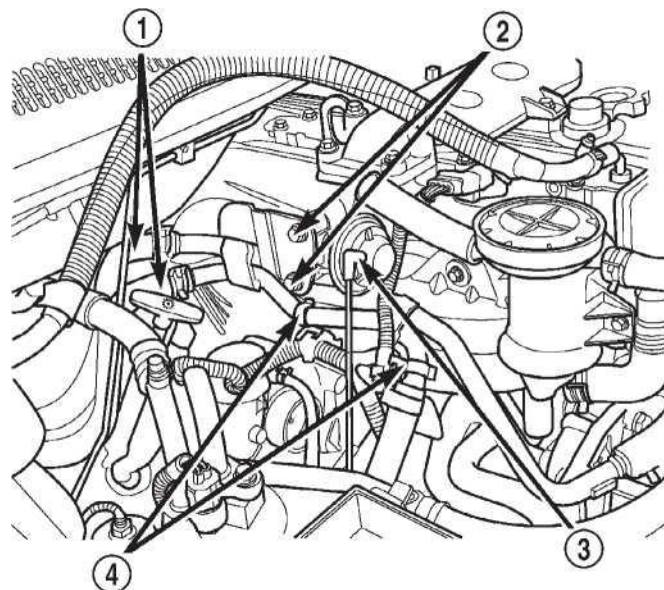

Рис. 43 Отделение для дизельных двигателей
(15) Установите переднюю сторону (передняя сторона двигателя) хладагент ядра нагревателя поставка шланги на сборке линии хладагента и установите сборку линии на двигателе. Закрутите эти (3) стопорные болты к 27 N-m (20 футов lbs.) (Рис. 43).
(16) Соедините пар картера поставка и шланги возвращения на нефтяном сепараторе.
(17) Установите нефтяные стопорные болты сепаратора.
(18) Установите хладагент ядра нагревателя поставка шланги на сборке линии хладагента (Рис. 43).
(19) Обрежьте монтажный жгут на линиях электропитания хладагента (Рис. 43).
(20) Установите вакуум EGR поставка шланг на клапане EGR.